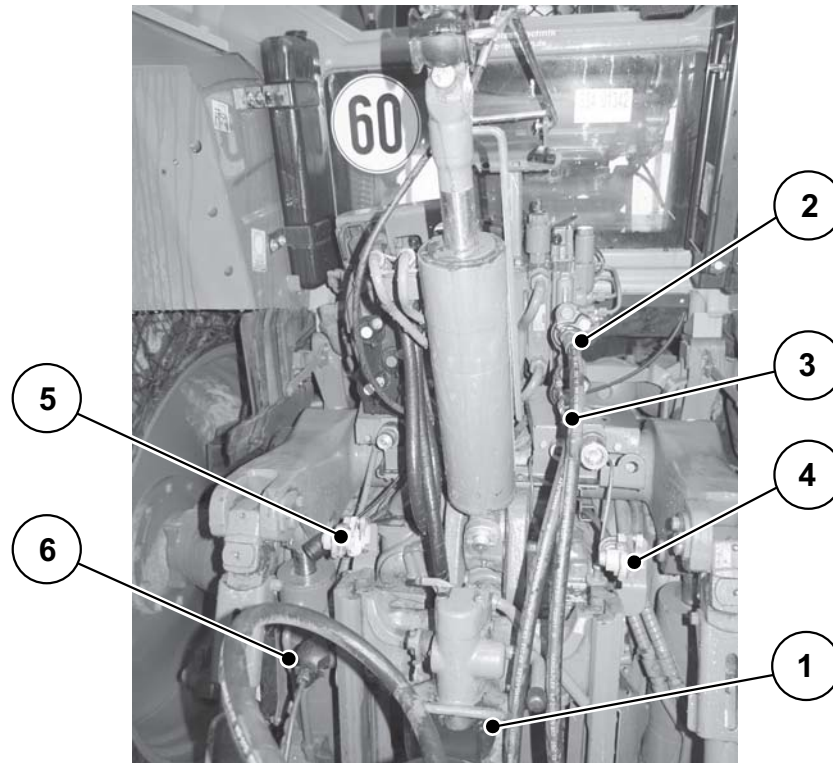
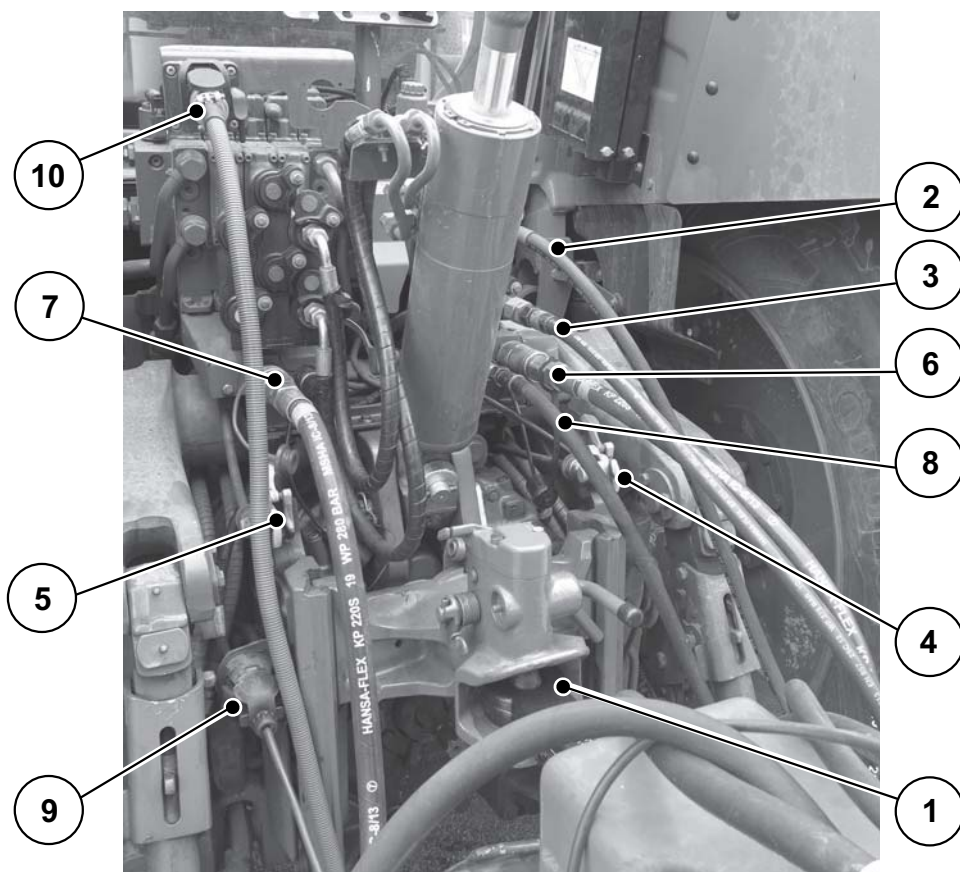

Bild 6.2: Anslutningsföljd fältvagn med kraftöverföringsaxel TWS-M-85.1
Bild 6.3: Anslutningsföljd fåltvagn TWS-H-85.1
- Beakta anslutningsföljden: Se bild 6.2 resp. bild 6.3.